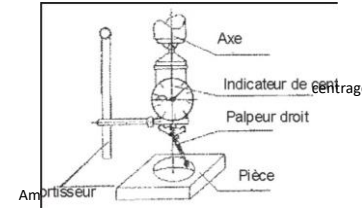

Fig. 2.
- 1) localiser le centre selon le cercle interne : Généralement, choisir le palpeur droit. Le plus grand cercle correspond au palpeur le plus grand. Si le diamètre excède 25.4mm (inter) choisir le palpeur incurvé (voir fig. 2.).